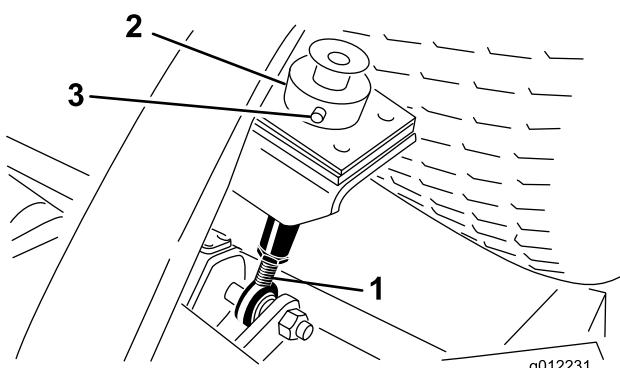

Bild 8
- Nehmen Sie den Lastösenbolzen und den Splint ab, mit denen der Schnitthöhenstellring hinten am Mähwerk an der Schnitthöhenstange befestigt ist (Bild 8).
- Fluchten Sie den Schnitthöhenstellring mit den gewünschten Schnitthöhenlöchern an der Schnitthöhenstange aus (Bild 8 und Bild 9).